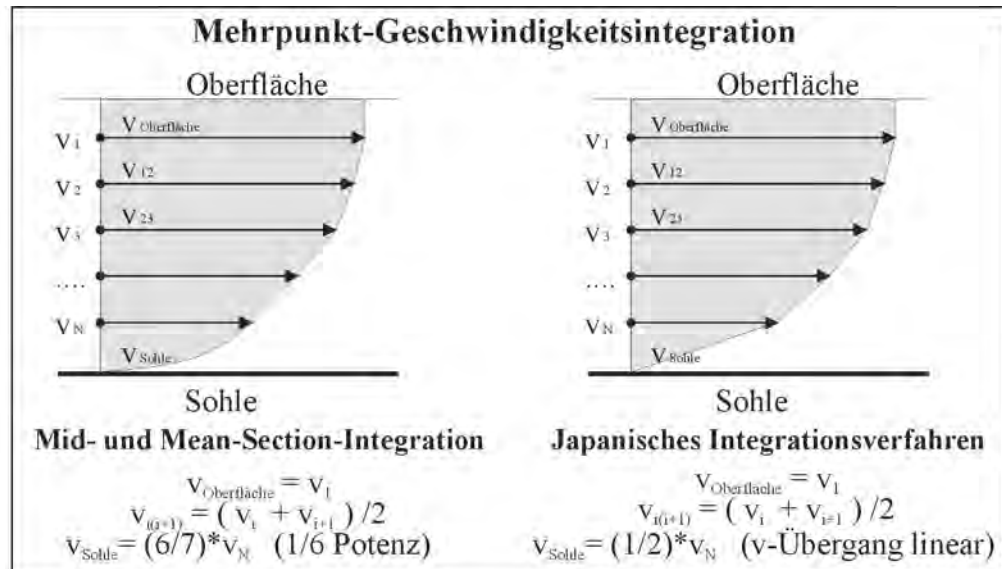

Abb. 10 – Integration der mittleren Geschwindigkeit bei Mehrpunktmessungen
- Die Berechnung der mittleren Geschwindigkeit erfolgt durch Integration aller Geschwindigkeitsmessungen (Abb. 10).